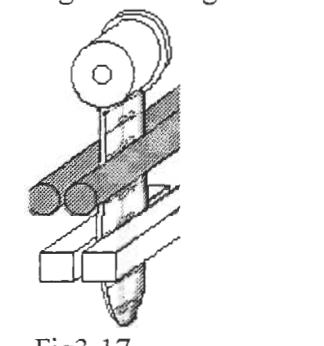

Fig3.17
- 根元の角度が合ったら、Fig3.16 のように羽根を輪ゴムで束ねた丸棒で挟み、それを万力で固定して曲げたり、Fig3.17 のように羽根にステンレス板をかまして万力で固定して曲げたりする。Fig.3.16 の方法が羽根を面で固定するのに対して、Fig3.17 の方法は羽根を線で固定するので、この方法を用いる時は根元側から順番に行い、角度が合えば次の計測点に進むようにしなくてはいけない。